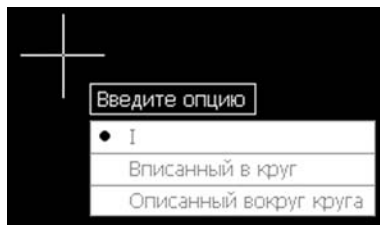

Рис. 3.12. Вид контекстного меню для выбора способа построения многоугольника
2. Следующий запрос: «*Укажите центр многоугольника или [сторона]*». Он говорит о необходимости задать центр многоугольника, перейти в режим построения по «*Одной стороне*». Построение можно выбрать с помощью контекстного меню, вызванного щелчком правой кнопки мыши (рис. 3.12).